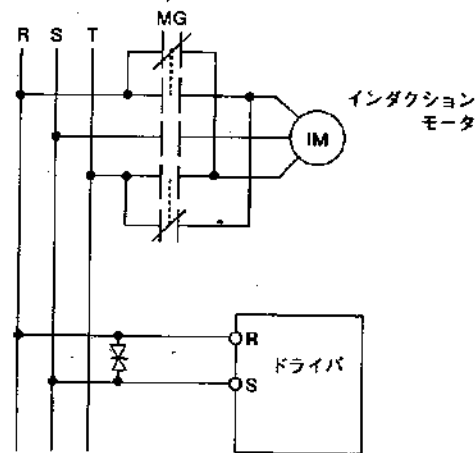

図4-5 インダクションモータとの電源共用
- ②図4-5のようにインダクションモータと主電源を共用する場合、インダクションモータ(IM)の正転、逆転時に発生するスパイクノイズで、ドライバ内部の整流器が破損する事があります。特に大容量のインダクションモータの場合には、主電源(R-S間)にスパイククラ等を挿入し、スパイク電圧を抑えて下さい。